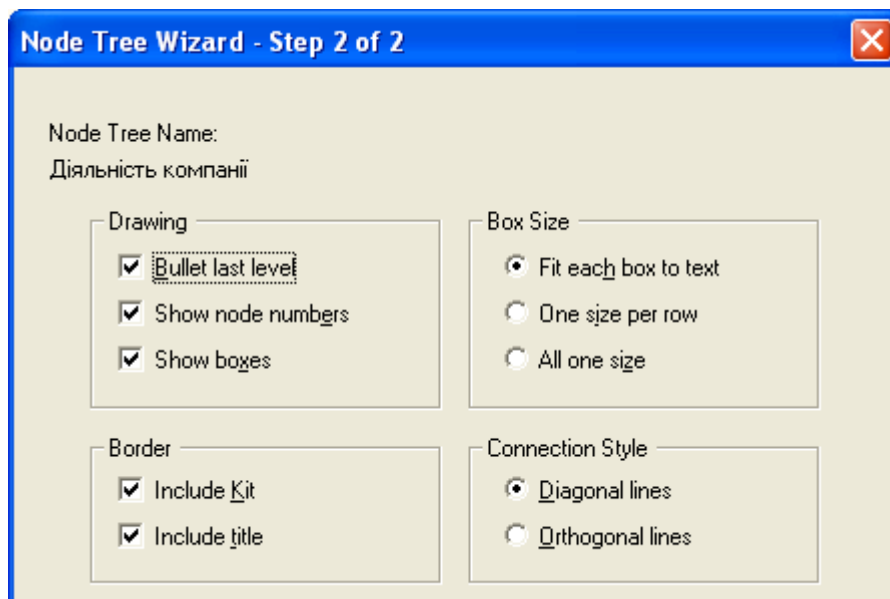

Рисунок 4.2 – Другий діалог помічника *Node Tree Wizard*
2. У другому діалозі виберіть опції, що задаються за замовчуванням (рис. 4.2).